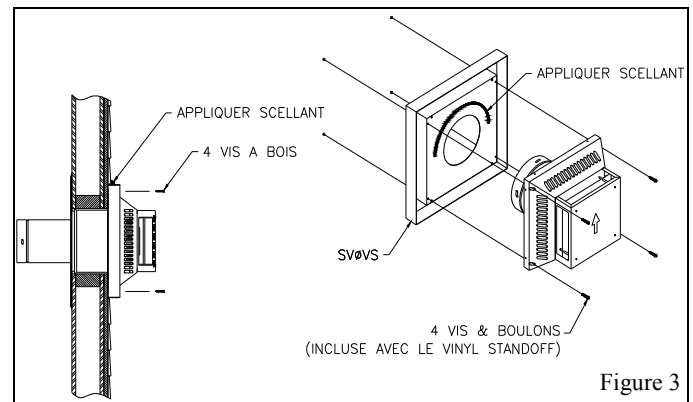

Figure 3
4. Si vous utilisez un coupe-feu mural (modèle # SVØBM), il peut être coupé si l'épaisseur du mur est de moins de 6". Le coupe-feu doit tout de même s'emboîter de 1". De l'extérieur, centrer le coupe-feu sur le trou du mur et le visser à l'aide de 4 vis à bois. Installer la dernière section de cheminée au capuchon horizontal (modèle # SVØHC). Fixer le capuchon horizontal au coupe-feu à l'aide de 4 vis à bois. **La flèche sur le dessus du capuchon devrait pointer vers le haut.** Sceller le capuchon au mur à l'aide de silicone afin de prévenir l'infiltration d'eau. (Voir fig. 3)
Pour les installations dont la sortie de la cheminée est située sur un mur recouvert de vinyle, un protecteur de vinyle (modèle # SVØVS) est disponible pour prévenir la fonte du revêtement due à l'excès de chaleur. Assembler le capuchon horizontal sur le protecteur de vinyle à l'aide des 4 boulons fournis. Ensuite, visser l'ensemble au mur à l'aide de 4 vis à bois. Sceller le protecteur de vinyle à l'aide de silicone. Aligner le vinyle sur chacun des côtés du protecteur. (Voir fig. 3).